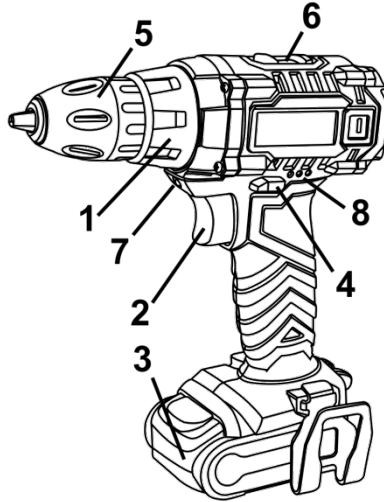

Рисунок 1
4.1.3 Встановіть необхідний крутний момент за допомогою кільця регулятора моменту затягування (1) (див. рисунок 1).